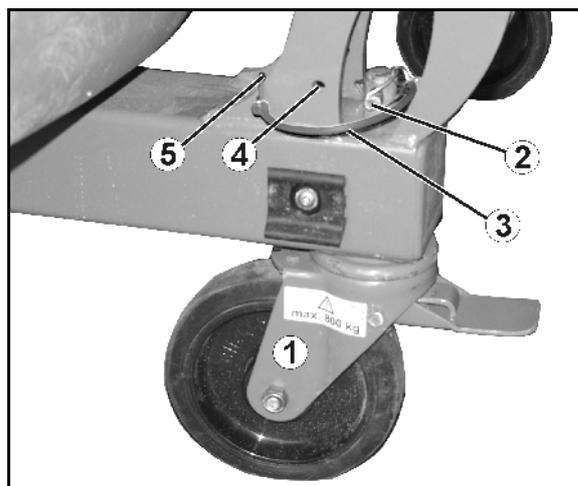

Рис. 55
5. **Поворотные колеса спереди** (Рис. 55/1)/